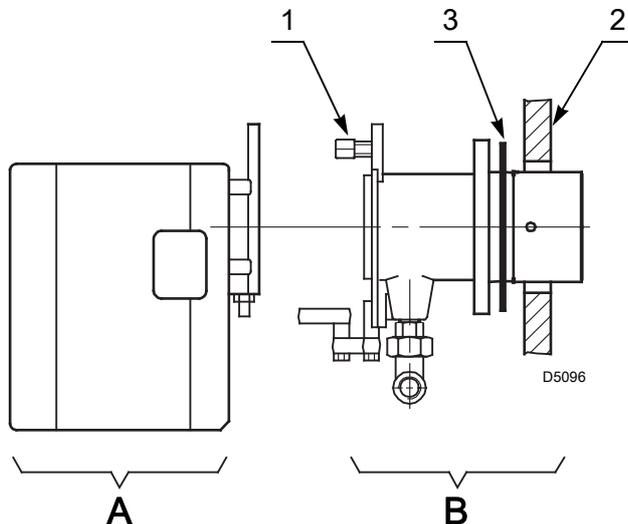

图 12
- 移开螺母1)及A)部分(图 12)后，将燃烧头组件与燃烧器分离。
- 在B)部分(图 12)安装上绝热垫3)后与锅炉挡板2)紧固连接。